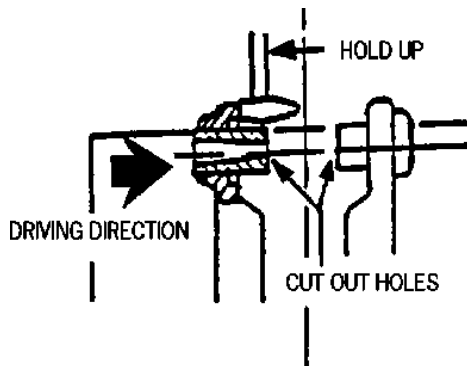

Fig. 3-15 Retrait des bouts d'axe
4. Brûler un trou au centre des bouts d'axe et les sortir (fig. 3-15).